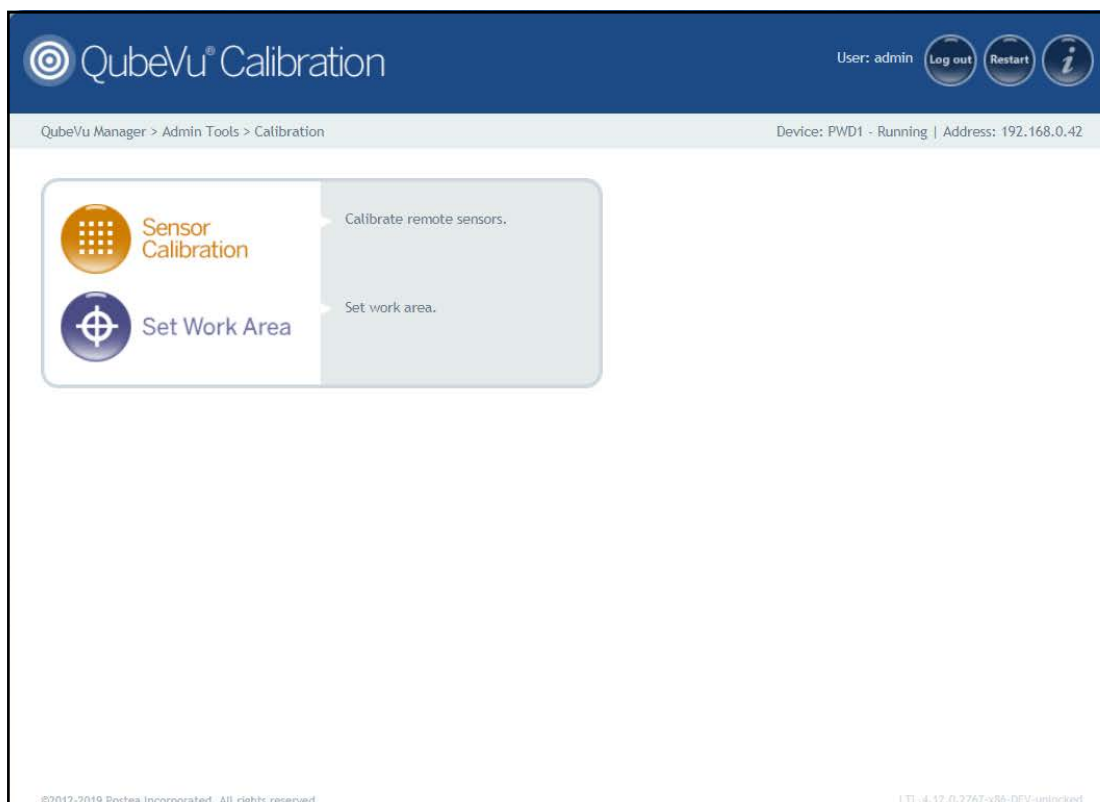

Figure 5-3. Menu Calibration (Étalonnage)
1. Appuyez sur  **Sensor Calibration** dans le menu **Calibration** (Étalonnage) (Figure 5-3, page 23) pour accéder au menu **Remote Sensors Calibration** (Étalonnage des capteurs distants).
1. Appuyez sur  **Set Work Area** dans le menu **Calibration** (Étalonnage) (Figure 5-3, page 23) pour accéder au menu **Set Work Area** (Définir la zone de travail).